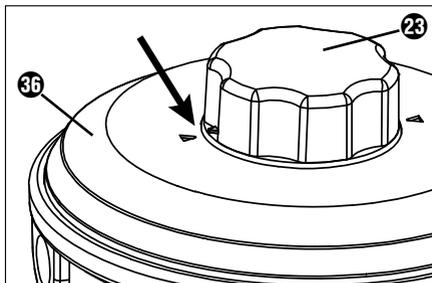

Fig. 1
- 1) Veillez à ce que les deux flèches sur le couvercle 35 et sur le bouton rotatif 23 de la bobine de fil 22 pointent l'une vers l'autre (voir fig. 1).